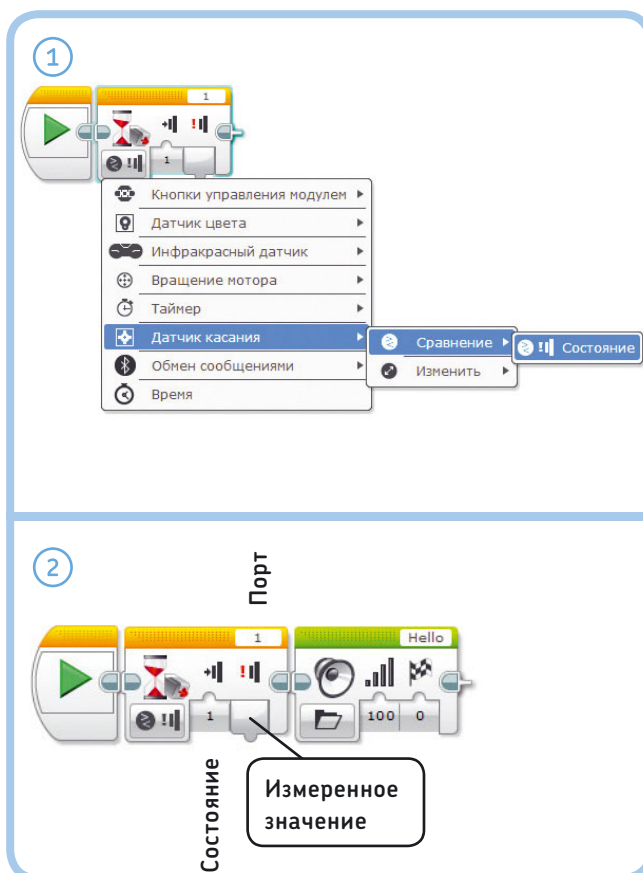

Рис. 6.6. Благодаря программе **WaitForTouch** робот воспроизводит звук, когда нажата кнопка датчика касания
Ранее вы использовали блок **Ожидание** (Wait) для приостановки выполнения программы на некоторое время (скажем, пять секунд). Но вы также можете использовать этот блок для приостановки выполнения программы до тех пор, пока не сработает датчик. Например, вы можете настроить блок **Ожидание** (Wait) на приостановку программы до того момента, пока кнопка датчика касания не будет нажата, выбрав режим **Датчик касания** (Touch Sensor), как показано на рис. 6.6.
Создайте новый проект под названием EXPLOR3R-Touch с программой WaitForTouch, как показано на рис. 6.6. Для блока **Ожидание** (Wait) выберите режим
СОВЕТ Добавьте еще одну пару блоков **Ожидание** (Wait) и **Звук** (Sound) в программу WaitForTouch (рис. 6.6). Первый блок **Ожидание** (Wait) должен ждать нажатия, а второй — отпущения кнопки датчика. Где вы разместите новые блоки?
- Блок **Ожидание** (Wait) в режиме **Сравнение** (Compare) продолжает снимать показания с датчиков, пока условие не станет истинным. Когда это происходит, программа переходит к следующему блоку в последовательности (см. рис. 6.6).